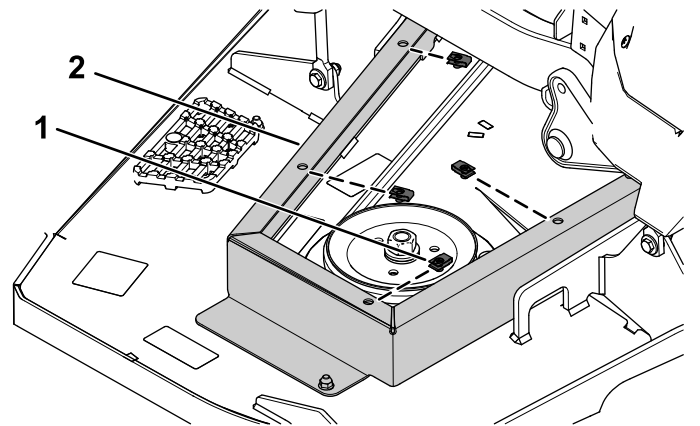

Рисунок 8
3. Встановіть 4 зажими на ліве огороження шківів (**Рисунок 8**).